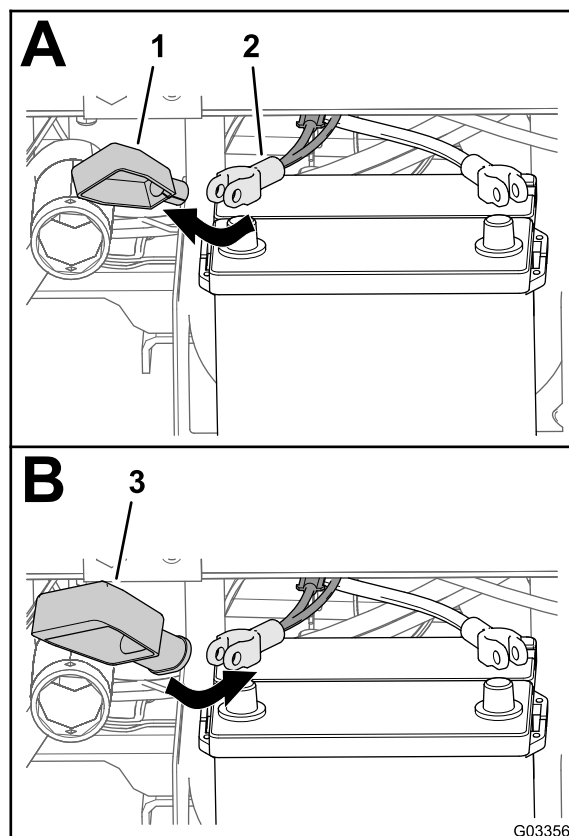

Figura 28
2. Retire la cubierta (estrecha) del cable positivo de la batería (Figura 28).
3. Instale la cubierta ancha de la batería sobre el cable positivo de la batería, como se muestra en la Figura 28.